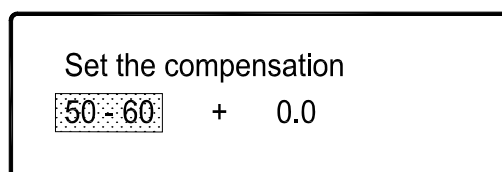

图 2
试样最小厚度与材料硬度及所用标尺存在附图 2、附图 3、附图 4 关系图。
附图 2 用金刚石圆锥压头试验（HRA、HRC、HRD）
5. 按“▲”、“▼”将光标移到要修正的硬度标尺上，如到“HRC”上，然后按“ENTER”确认，此时出现图 2 画面。
6. 按“▲”、“▼”选择要修正硬度范围段，如在图 2 中按“▲”直到“50-60”变为“60-70”，然后按“ENTER”确认。此时光标移到“+”上。